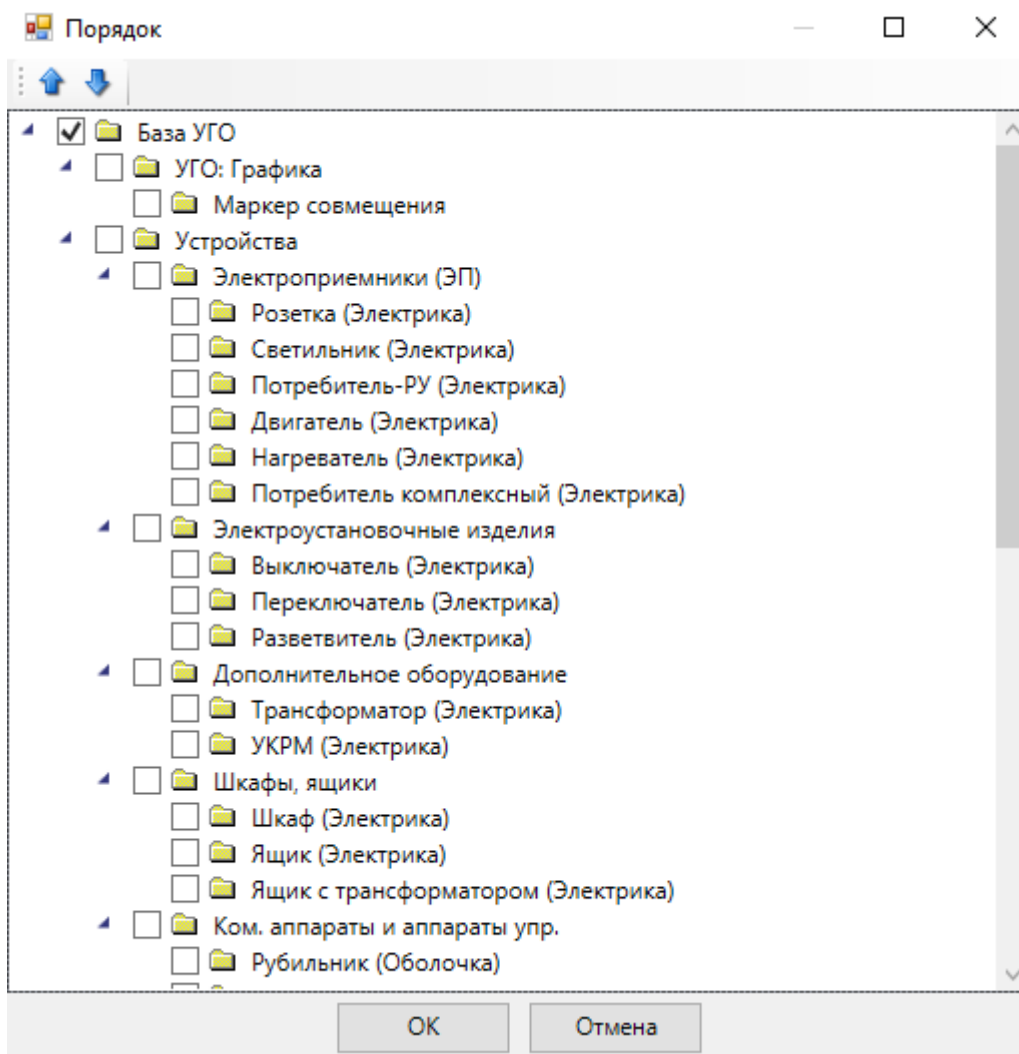

Рис. 5.3. Категории УГО
5. Кнопка *Сортировать категории УГО* () позволяет настраивать порядок следования категорий УГО (см. Рис. 5.3) и указывать, какие категории должны быть раскрыты по умолчанию.